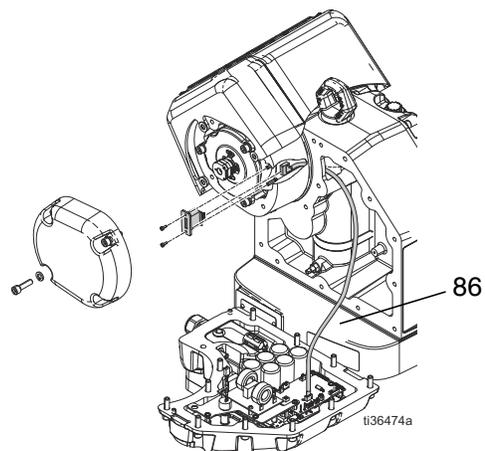

FIG. 22: Cable del token
- Cable del token (86). Consulte FIG. 22 en la página 21.